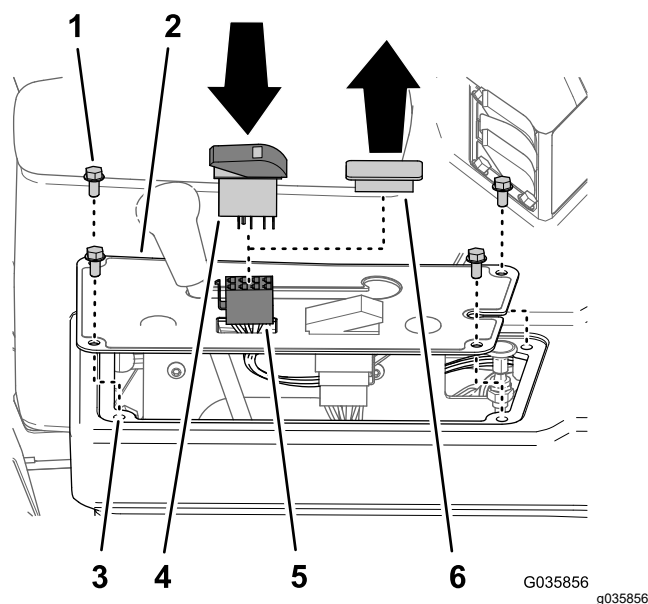

Figura 34
1. Dacă sunt montate, scoateți cele 4 uruburi cu guler ($\frac{1}{4} \times \frac{1}{2}$ ") care fixează capacul panoului la partea superioară a consolei, aa cum se arată în Figura 34.
2. Îndepărtați capacul comutatorului de la capacul panoului consolei (Figura 34).
3. Aliniați conectorul cu 8 orificii al cablului setului de finisare a braului ultra sonic prin deschiderea din capacul panoului (Figura 34).
4. Conectai conectorul cu 8 orificii al cablului setului de finisare a braului ultra sonic cu etichetă SONIC MODE MANUAL VS. AUTO (MOD SONIC MANUAL VS. AUTOMAT) la comutatorul culbutor (Figura 34).
5. Introducei comutatorul culbutor în deschiderea panoului de bord până când comutatorul se fixează bine (Figura 34).
6. Alinai orificiile din capacul panoului cu cele din partea superioară a consolei (Figura 34).
7. Fixai panoul pe consolă cu uruburile (Figura 34) pe care le-ai îndepărtat la pasul 1.